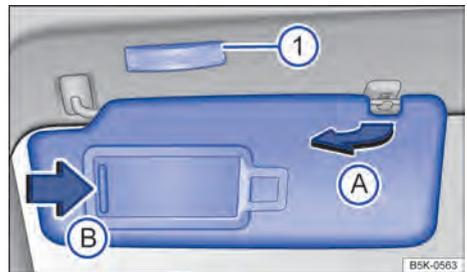

Fig. 107 No revestimento do teto dianteiro: para-sol.
- Retirar do suporte e virar na direção das portas → Fig. 107 (A).